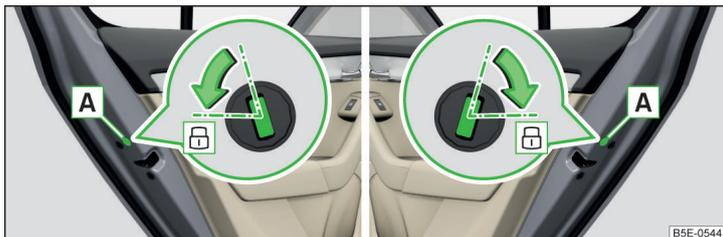

Abb. 233 Notverriegelung: Tür hinten links/rechts
- › Die Blende **A** abbauen » Abb. 233.